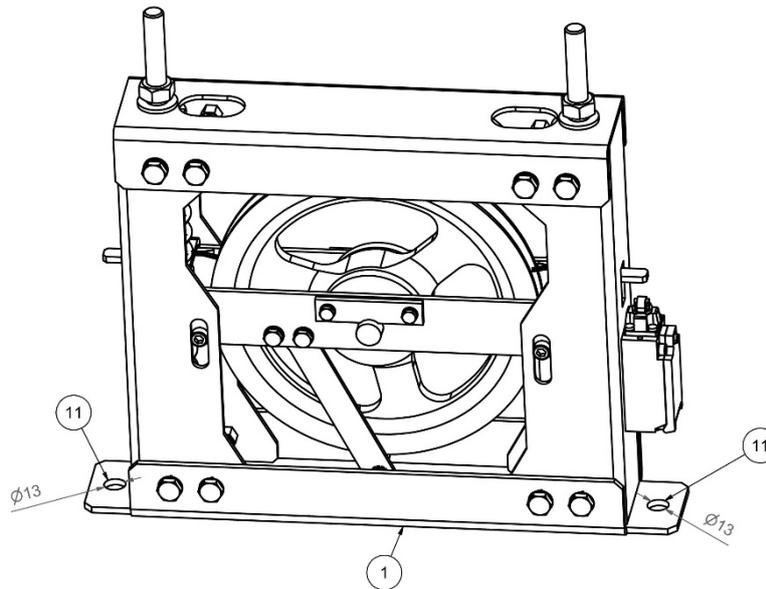

Figura 3: Puntos de amarre polea tensora Compact
Una vez que se asegura que los ramales del cable del limitador coinciden perfectamente con la garganta de la polea, se procede a fijar la polea tensora Compact al suelo de la instalación mediante dos tornillos de M12 en los puntos de amarre (11) dispuestos para esta función. Ver Figura 3.